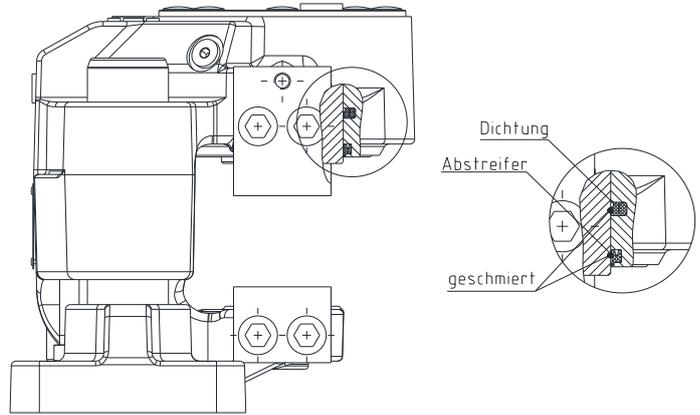

Bild 21
Die Dichtung und Abstreifer müssen in korrekter Richtung eingebaut werden (siehe Bild 21).
- Schmieren Sie die Dichtungen und Abstreifer mit Hydrauliköl ein (siehe Bild 21).